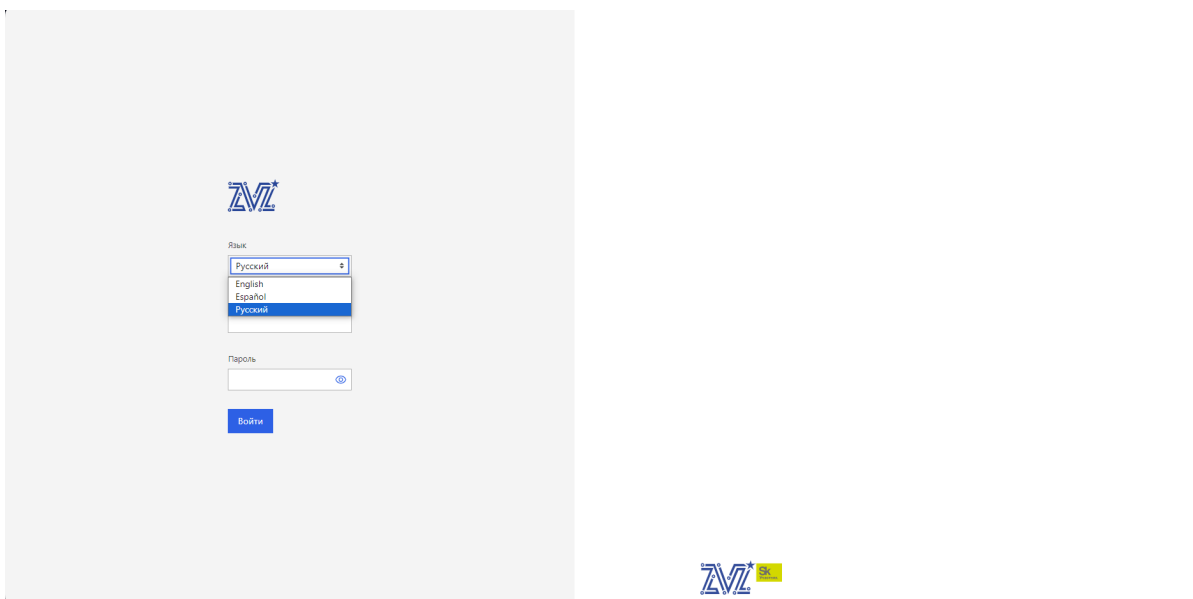

Рис. 72. Окно «Журнал событий»
- 1) Подключитесь в VMC-консоль оборудования (Журнал событий Altair Z). Во вкладке «Язык» выберите «Русский». Окно показано на рис. 72 Окно «Журнал событий»